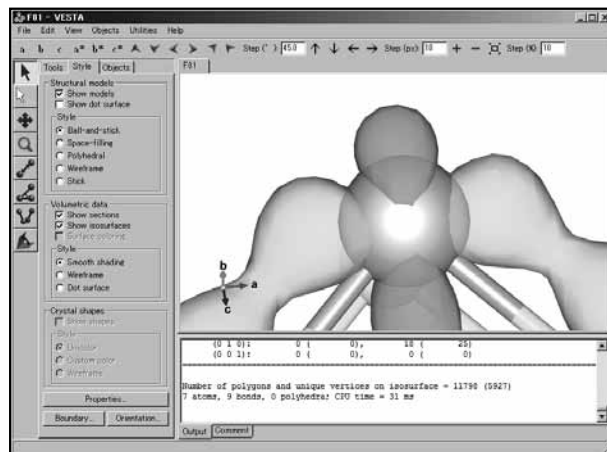

図 6.54 Isosurface level の値を大きくして濃い青色の平面を消す
今回は, HOMO (63) の等値表面図がほんの少し大きすぎて, C04D で設定されている「波動関数の3次元データを計算・保存する範囲」からはみ出しているので, 等値表面図を小さくする必要があります。すなわち, Isosurface level の値を大きくすれば良いことになります。今回は Isosurface level の値を, 0.0372737 から 0.05 に変更してみます (図 6.54)。[OK] を押します。